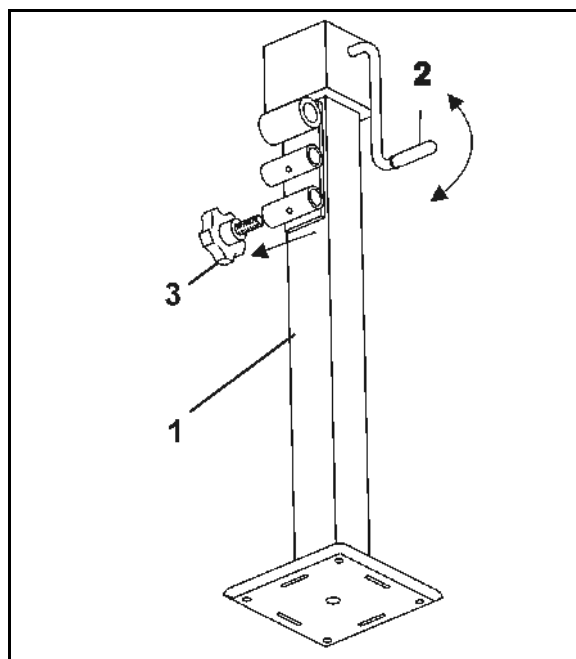

Fig. 28
- Støttefod sænket ved frakoblet maskine. **Støttefod (Fig. 28/1) løftes:**
1. Kør støttefoden op med håndsvinget (Fig. 28/2).
2. Træk ud i bolten (Fig. 28/3).
Støttefod (Fig. 28/1) sænkes:
1. Træk ud i bolten (Fig. 28/3).
3. Kør støttefoden ned med håndsvinget (Fig. 28/2).